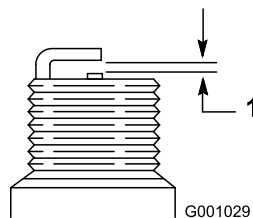

Figure 43
4. Réglez l'écartement des électrodes de la nouvelle bougie à 0,76 mm (0,030 po), comme montré à la Figure 43.